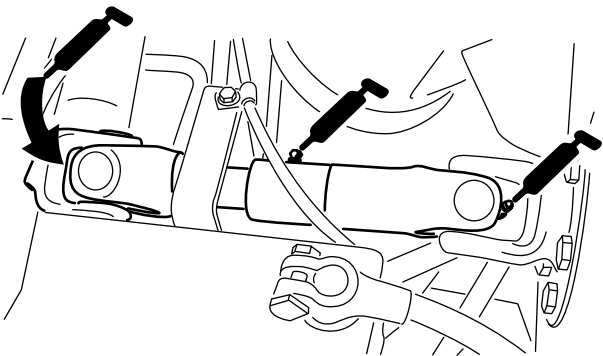

Figure 44
- Joint de cardan d'arbre d'entraînement de pompe (3) (Figure 44)